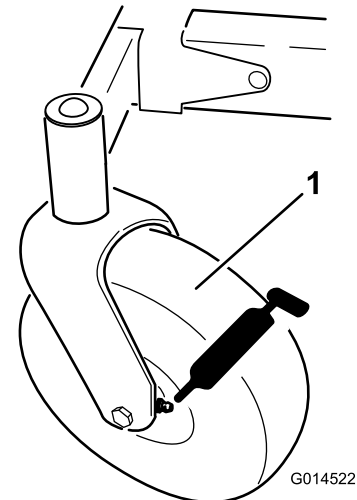
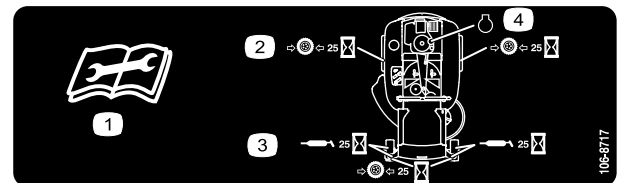

Figura 34
Figura 35
3. Limpe os encaixes de lubrificação (Figura 34 e Figura 35) com um trapo. Certifique-se de que raspa qualquer tinta da frente do(s) encaixe(s).
4. Ligue uma pistola de lubrificação ao encaixe (Figura 34 e Figura 35). Coloque lubrificante nos encaixes até que comece a escorrer massa lubrificante dos rolamentos.